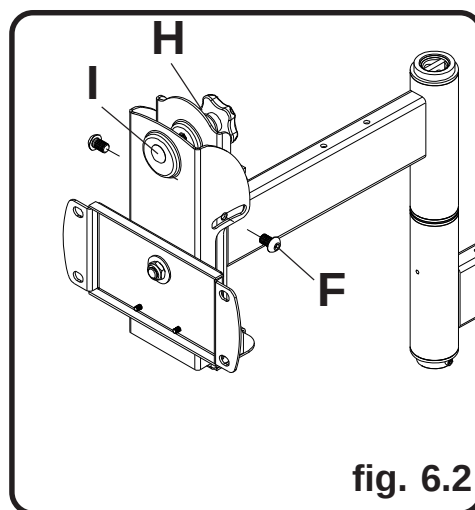

fig. 6.2
- 6-2** Posez les deux vis M10 restantes (**F**) comme illustré à la figure 6.2. **SERREZ À LA MAIN** les quatre vis M10 pour permettre le réglage de l'inclinaison. Enlevez le ruban adhésif du boulon de carrosserie (**I**). Pour régler l'inclinaison, poussez le haut de l'écran plasma vers l'arrière pour réduire la pression sur la molette. Réglez l'inclinaison pour obtenir la position souhaitée et serrez la molette de réglage de l'inclinaison (**H**), puis serrez fermement les quatre vis M10 (**F**) à l'aide d'une clé hexagonale de 6 mm (**U**).